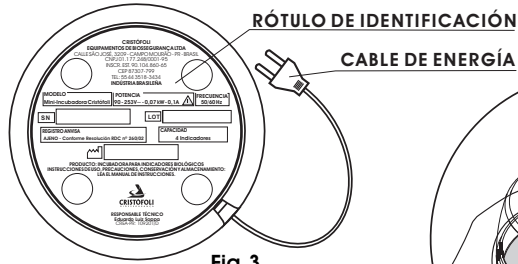

Fig. 3
- 1► El voltaje de funcionamiento de la Mini-Incubadora Cristófoli es de 90 V a 253 V (la selección de voltaje es automática) como es indicado en el rótulo de identificación que se encuentra en la parte inferior del equipo (fig. 3). Asegúrese de que el voltaje de la red eléctrica donde será instalada esté de acuerdo con estos valores. **¡OJO! Si no revisa este procedimiento podría dañar su aparato. Cristófoli no se responsabiliza por daños causados debido a instalaciones y/o voltajes incorrectos.**
- **CABLE DE ENERGÍA** - Usado para conectar el equipo a la red eléctrica (fig. 3).
- **RÓTULO DE IDENTIFICACIÓN** - Fijado en la parte inferior del compartimiento. Su finalidad es identificar los datos técnicos de la Mini-Incubadora (fig. 3).